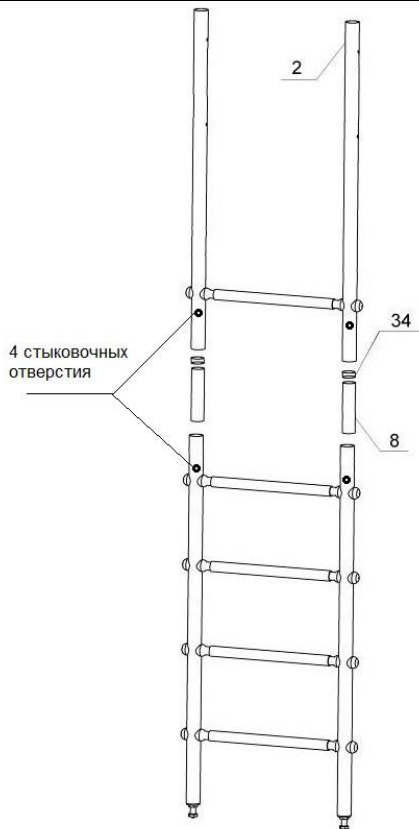

Рисунок 3
3.8. Собрать телескопические стойки – 2 шт. (см. рис.3):